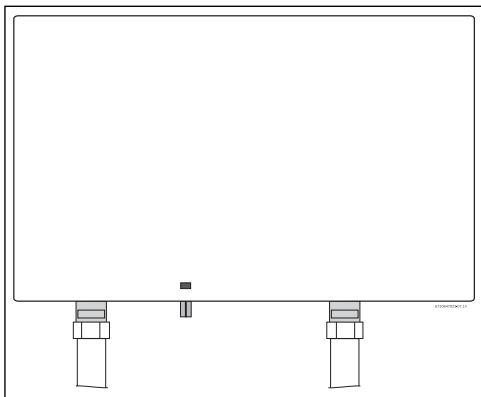

Fig. 5 Posición de montaje vertical
► El aparato debe ser instalado en la orientación que se muestra en la Fig. 5 es decir, montado en posición vertical con los accesorios de agua en la parte inferior del calentador. **Bajo ninguna circunstancia se debe montar el calentador de manera diferente.**